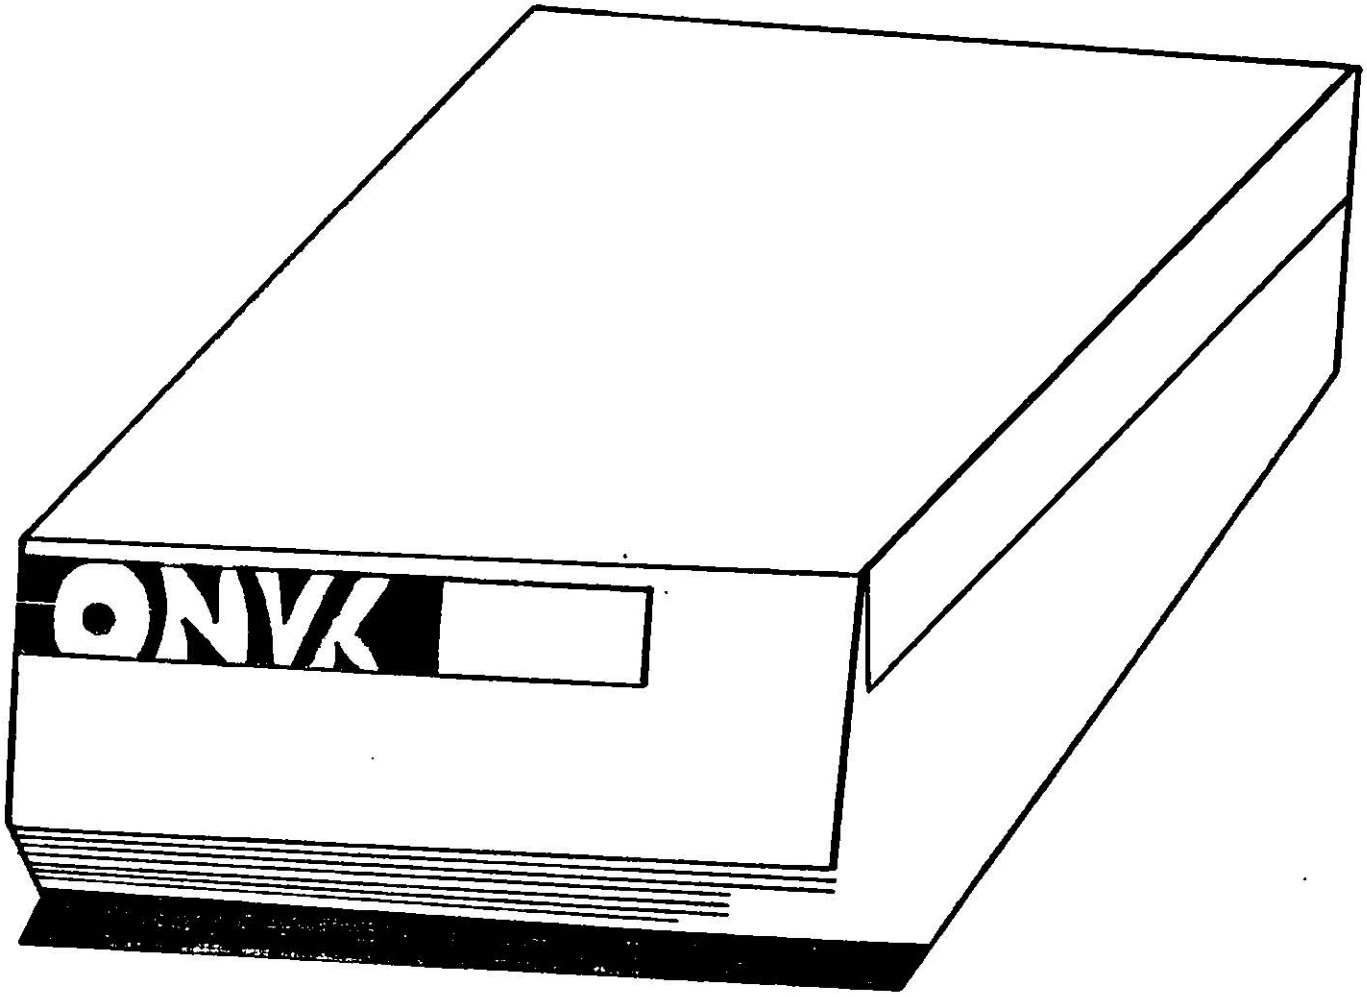

FIGURA 3
- \* Una unidad de disco externo (Figura 3) con una capacidad de 140 MB.